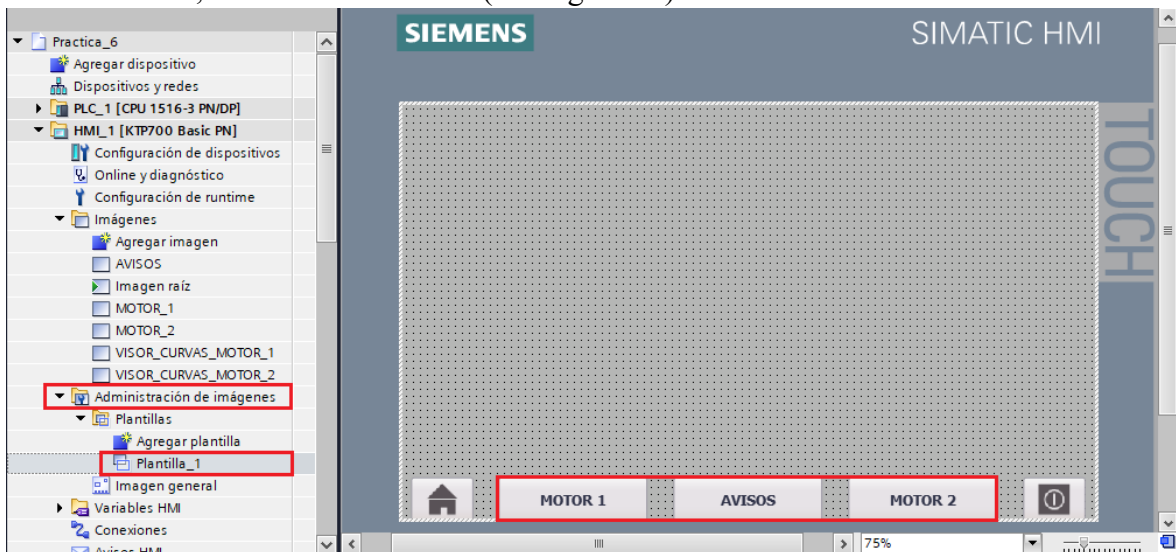

Figura 34. Configuración del menú principal
(1) Para realizar la configuración de un menú, dirigirse a “Administración de imágenes” / “Plantillas” / “Plantilla_1”.
- En esta ventana se configurarán tres botones denominados, Botón “MOTOR 1”, Botón “AVISOS”, Botón “MOTOR 2”. (ver Figura 34).